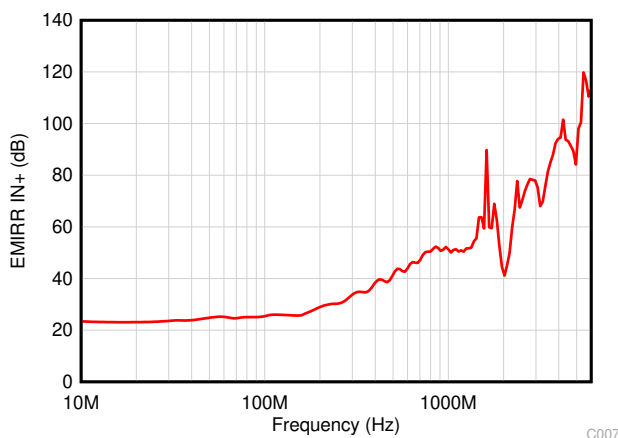

图 6-2. EMIRR 测试
OPAx391 通过集成电磁干扰 (EMI) 滤波来降低无线通信设备、混合使用模拟信号链和数字元件的高密度电路板等干扰源产生的 EMI 干扰影响。通过电路设计技术可改进 EMI 抗扰度；OPAx391 受益于这些设计改进措施。德州仪器 (TI) 已经开发出在 10MHz 至 6GHz 扩展宽频谱范围内准确测量和量化运算放大器抗扰度的功能。图 6-2 显示了对 OPAx391 执行此测试的结果。表 6-1 列出了 OPAx391 在实际应用中常见特定频率下的 EMIRR IN+ 值。表 6-1 列出的应用可在下图给出的特定频率或其近似频率下运行。有关详细信息也可参阅 运算放大器的 EMI 抑制比应用报告，可从 www.ti.com 下载此报告。
OPAx391 的 EMIRR +IN 与频率间的关系图如图 6-2 所示。OPAx391 单位增益带宽为 1MHz。低于该频率的 EMIRR 性能表示存在位于运算放大器带宽内的干扰信号。